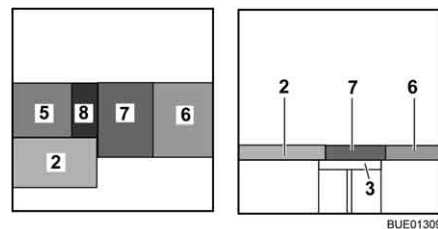

Fig. 142 Après la transformation
- Placer le coussin d'assise (Fig. 142,7) au centre.
- Placer le coussin de dossier (Fig. 142,6) entre le coussin d'assise et la cloison.